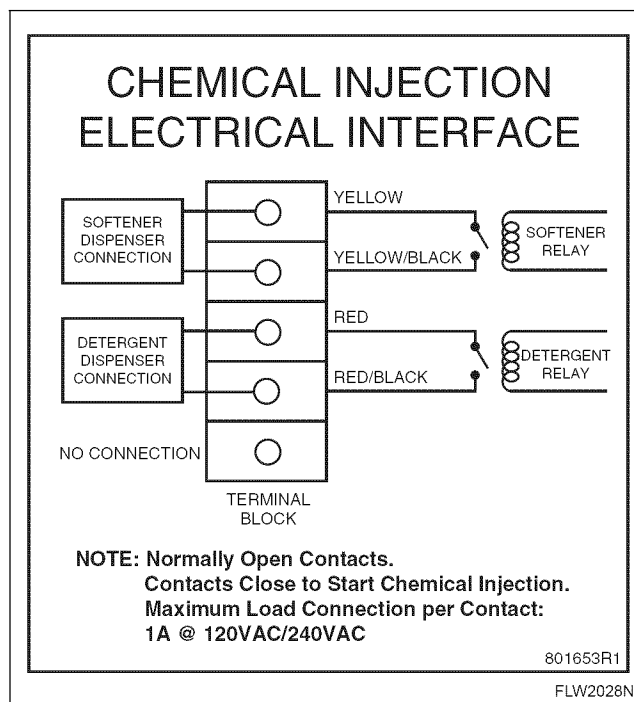

Figure 12
4. Se reporter aux instructions sur le dispositif de distribution automatique des produits de lessive et à la vignette à l'intérieur du couvercle de la boîte de jonction de la machine à laver (*Figure 12*) pour ce qui est du raccordement électrique.
Dans la boîte de jonction située sur le panneau arrière, une plaque à borne envoie des signaux aux pompes du dispositif de distribution automatique des produits de lessive. Se reporter à la *Figure 12* qui montre la vignette d'interface du dispositif de distribution automatique.